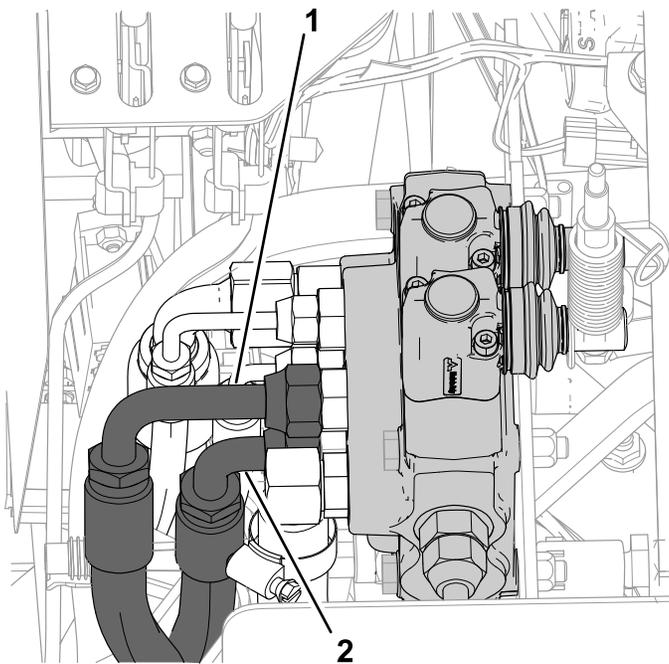

Bild 15
2. Schließen Sie das kurze 90-Grad-Anschlussstück am unteren Anschluss des Ventils an (Bild 15).
5. Schließen Sie das lange 90-Grad-Anschlussstück am oberen Anschluss des Ventils an (Bild 15).